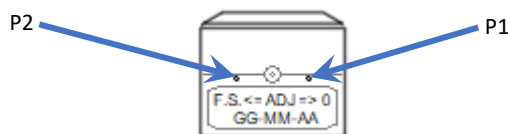

Fig. 3
- Se la misura non è prossima a 0 ppm, nel caso sia collegato al data logger, o a 4 mA, se collegato all'amperometro, è necessario procedere alla regolazione del valore ruotando il trimmer P1 (vedi Fig. 3), accessibile dopo aver rimosso il grano di protezione con un piccolo cacciavite a taglio.
- Se la misura risulta diversa da 20 ppm, nel caso sia collegato al data logger, o a 20 mA, se collegato all'amperometro, è necessario procedere alla regolazione del valore ruotando il trimmer P2, accessibile dopo aver rimosso il grano di protezione (vedi Fig. 3) con un piccolo cacciavite a taglio.
- If the measurement is not close to 0 ppm, when connected to the data logger, or to 4 mA when connected to the ammeter, it is necessary to adjust the value by turning the trimmer P1 (see Fig. 3), accessible after removing the protective screw with a small flat screwdriver.
- If the measurement is different from 20 ppm, in the case it is connected to the data logger, or 20 mA if connected to the ammeter, it is necessary to adjust the value by turning the trimmer P2, accessible after removing the protective screw (see Fig. 3) with a small flat screwdriver.